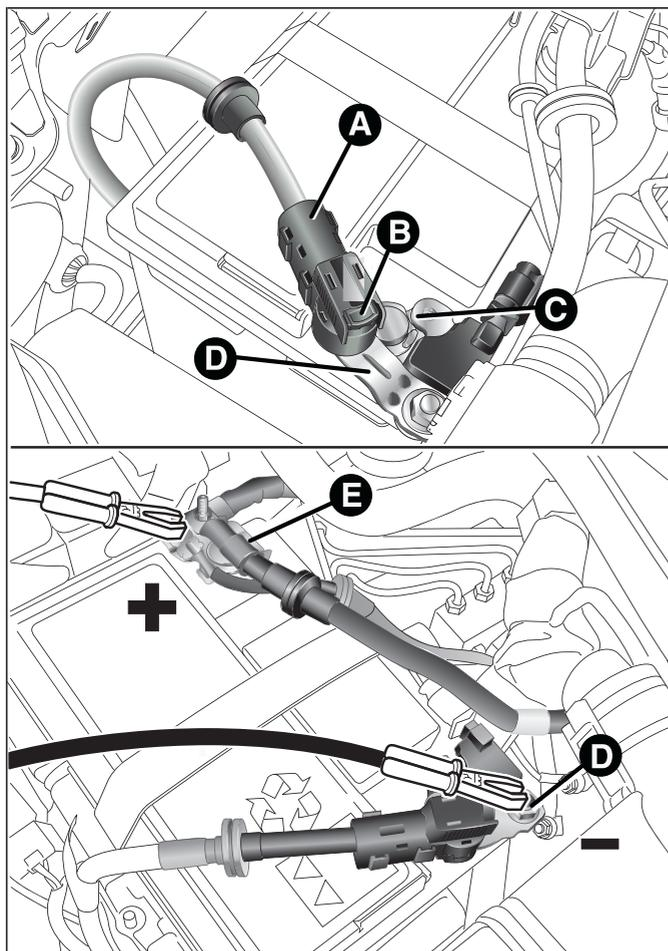

fig. 146
- débrancher le connecteur A fig. 146 (en appuyant sur le bouton B) du capteur C de contrôle de l'état de la batterie, installé sur le pôle négatif D de cette dernière ;
- après avoir débranché l'appareil de recharge, rebrancher le connecteur A fig. 146 au capteur C, selon les indications de la figure.